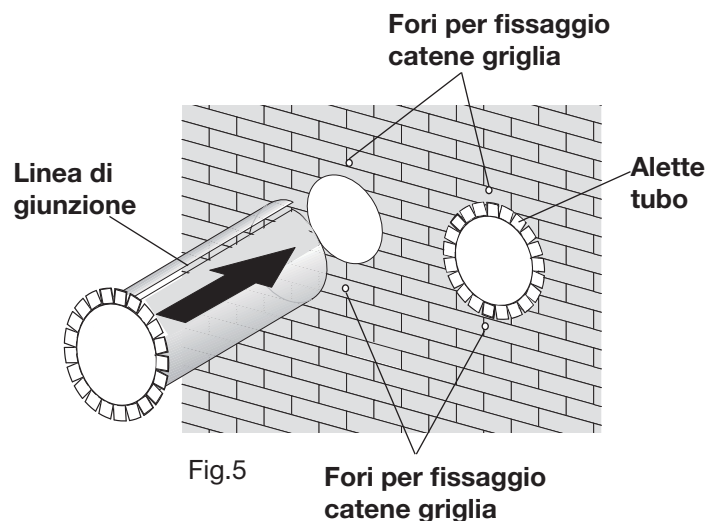
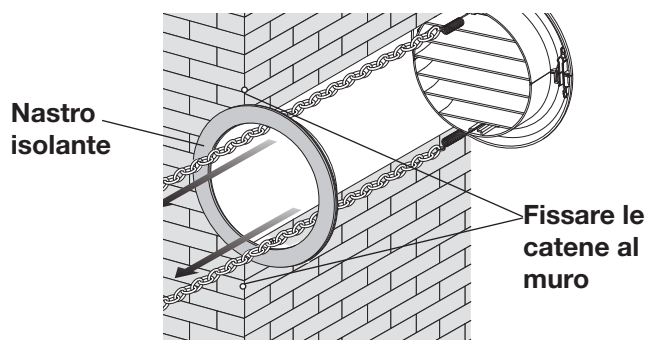

Fig.5
Fig. 7
- Inserire nei due fori i tubi di plastica ricavati, prestando attenzione alla linea di giunzione (Fig. 5), che deve sempre essere rivolta verso l'alto.
- Applicare il nastro isolante adesivo (Fig. 7) sopra le alette del tubo al muro. (Fig. 5)
- Tirare la catena, tendendo la molla e fissare gli anelli della catena nei fori del muro (fig. 5 - 7) utilizzando le viti con rondella fornite.